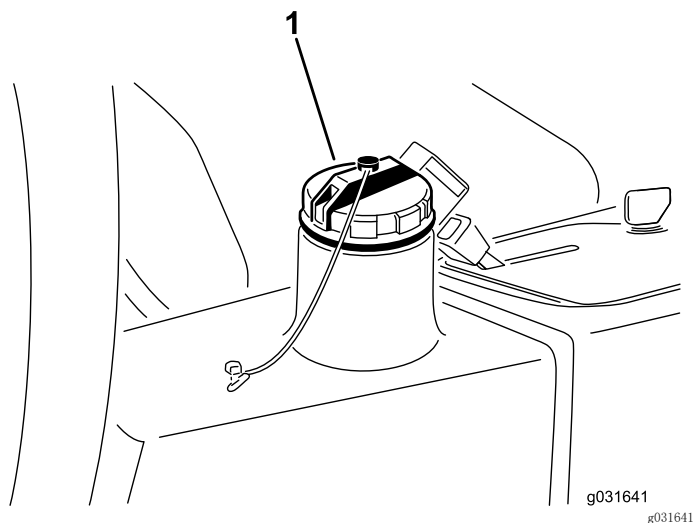

图 66
4. 向液压油箱（图 66）注入约 13.2L 液压油；请参阅 液压油规格（页码 43）和 检查液压油油位（页码 43）。